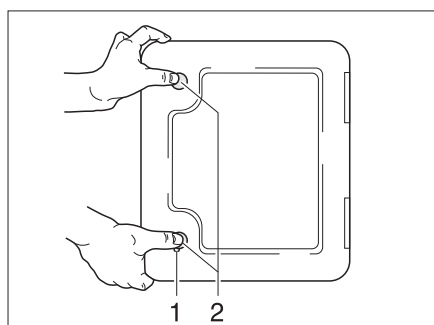

Fig. 153 Portillon pour cassette Thetford
Le portillon pour la cassette Thetford (Fig. 153) se trouve à l'extérieur du véhicule.
- Insérer la clé dans le barillet du verrou à pression (Fig. 153,1) et la tourner d'un quart de tour dans le sens des aiguilles d'une montre.
- Appuyer du pouce et simultanément sur les deux verrous de pression (Fig. 153,2) et ouvrir le portillon pour la cassette Thetford.